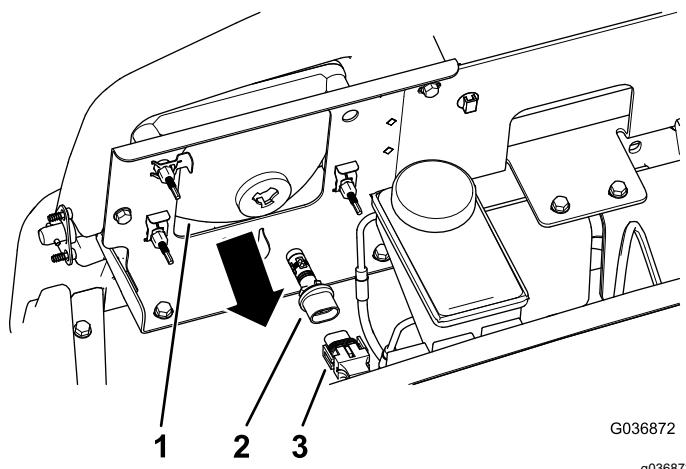

Bild 51
- Schließen Sie den elektrischen Anschluss für den Kabelbaum vom Lampenanschluss hinten am Scheinwerfergehäuse ab (Bild 51).
4. Drehen Sie die Birne um eine Viertelumdrehung nach links und bewegen sie nach hinten aus dem Lampengehäuse (Bild 51).
5. Setzen Sie die neue Birne und das neue Scheinwerfergehäuse ein und fluchten Sie die Nasen in der Birne mit den Schlitten im Scheinwerfergehäuse aus (Bild 51).
6. Drehen Sie die Lampe um eine Vierteldrehung nach rechts, um sie zu befestigen (Bild 51).
7. Schließen Sie den elektrischen Anschluss für den Kabelbaum am Anschluss der neuen Lampe an (Bild 51).